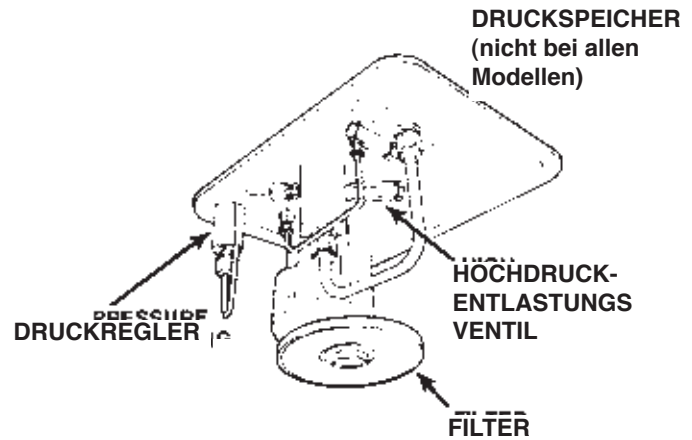

ABBILDUNG 2
**WICHTIG: Achten Sie darauf, die Dichtung nicht zu beschädigen und nicht gegen das Filter oder die Druckregelventile zu stoßen, wenn Sie die Pumpe vom Tank heben. Siehe Abbildung 2.**